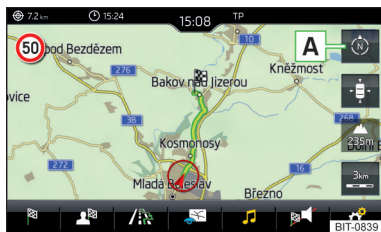

Fig. 176
► Pentru **modificarea orientării hărții** atingeți în meniul principal *Navigație* suprafața de comandă funcții » fig. 176.